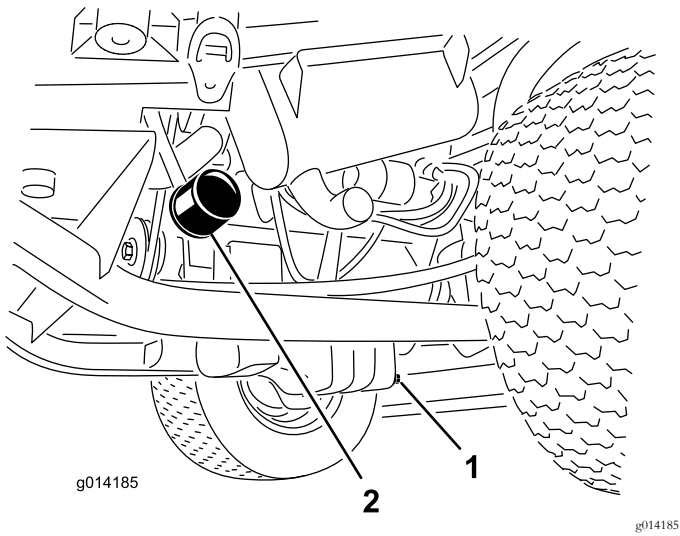

图28
1. 拆下排油塞 图28 让油流入放油盘。
3. 拆下机油滤清器 图28。